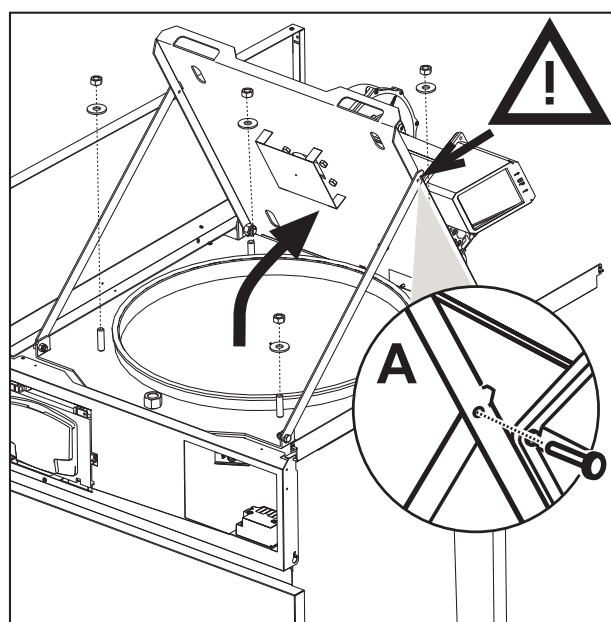

fig. 69
2. Togliere i quattro dadi e rondelle (fig. 69).
3. Aprire la porta bruciatore (fig. 69).
Dopo aver aperto la porta bruciatore e averla agganciata ai braccetti di supporto è obbligatorio inserire un perno nel foro di sicurezza (rif. A - fig. 69), in modo da evitare il rischio di sgancio accidentale durante le operazioni di manutenzione.